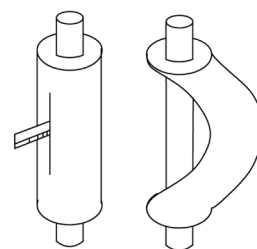

Fig. 14
- (2) Non piegare la tubazione per più di 90°.
- (3) Se la tubazione viene ripetutamente piegata o tesa, diviene dura e difficile da piegare e da tendere ancora. Perciò, non piegarla o tenderla per più di 3 volte.
- (4) Nel caso in cui la piegatura diretta provochi delle fratture al tubo, utilizzare innanzitutto un cutter affilato per tagliare il materiale isolante, come mostrato in Fig. 14. Non piegare il tubo fino a che non viene installato. Dopo la piegatura, avvolgere il tubo con il materiale isolante, poi fissarlo con nastro adesivo.